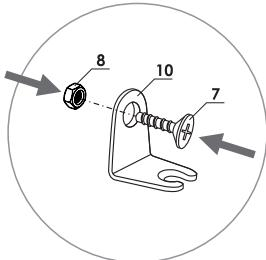

рис. 1.1
- 1.1 Возьмите монтажный уголок и в одно из отверстий вставьте винт M4 и накрутите на него гайку M4 на несколько витков (рис.1.1);